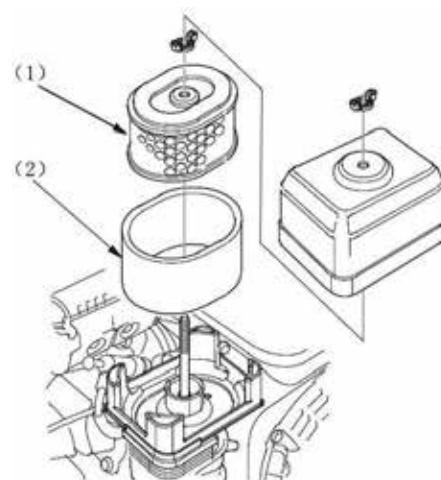

рис.13
- открутить гайку - барашек и снять крышку, как показано на рис.13;
- извлечь и осмотреть бумажный (рис.13 поз.1) и поролоновый (рис.13 поз.2) элементы воздушного фильтра;